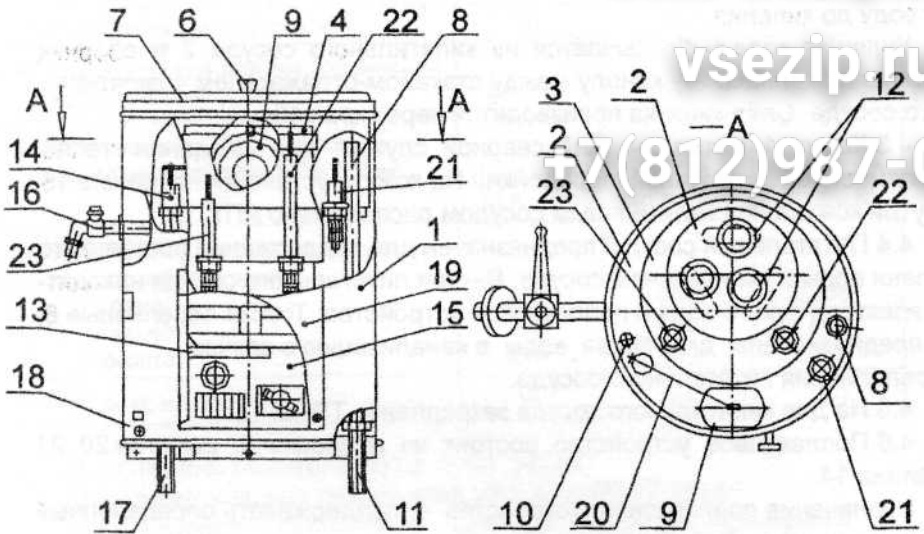

Рисунок 1 - Схема кипятивника:
4.1 Кипятильник (рисунок 1) представляет собой сосуд цилиндрической формы, состоящий из кожуха 1 и кипятильного сосуда 2, сборника кипятка 3, стакана-отражателя 4, питательного сосуда 5, поплавкового устройства 9, 20, 21, датчика сухого хода 22, крышки 7, автоматического пускового устройства (АПУ) 13, электрода верхнего уровня 22, электрода нижнего уровня 23.
6.6 После проведения электромонтажных работ панель 19 (см. рисунок 1) установить так, чтобы зазор в углах между панелью и кожухом был более 2,5 мм.
1) снять панель 19 (см. рисунок 1);